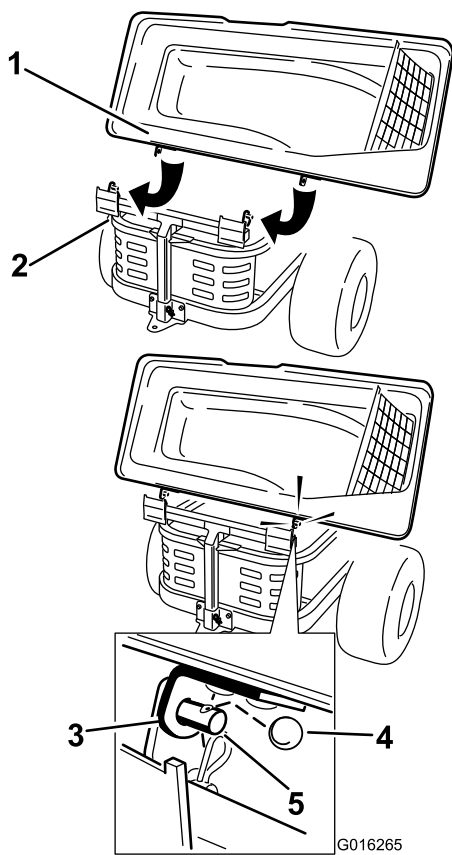

Figura 20
2. Glisai suporii peste tije de pe cadrul sistemului de colectare și montai cuiul spintecat circular în orificiul din tija din dreapta (Figura 20).